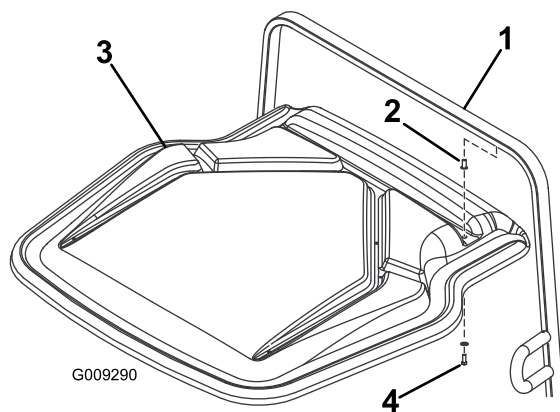

Figura 8
9. Se a sua máquina possui um ROPS, monte as porcas de cravar nos furos no ROPS (Figura 8).
- B. Se a sua máquina possui um ROPS, prenda o toldo à estrutura do ROPS utilizando dois parafusos (3/8 x 1 pol.) e duas anilhas de cabeça chata (3/8 pol.) nas porcas de cravar previamente instaladas (Figura 8).